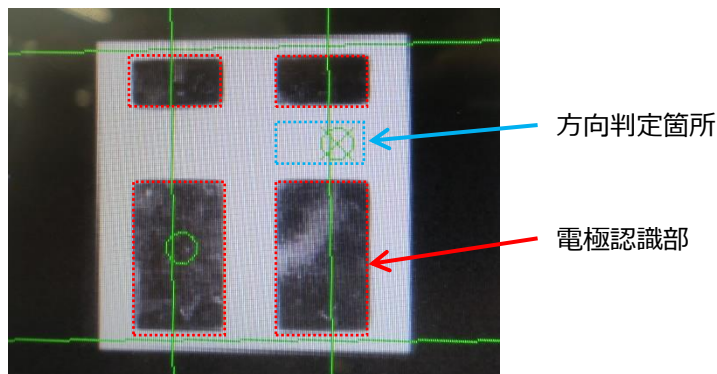

図7. 電極端子認識（推奨）
① 電極端子による部品位置認識を推奨します。
② 認識エラーが生じる場合はご使用の実装機の認識条件（照明の明るさ等）を調整してください。
③ LEDの方向判定を行う場合、アノード-カソード電極間（図7. 部分）に判定枠を設定してください。この部分の輝度差で電極の有無を確認します。